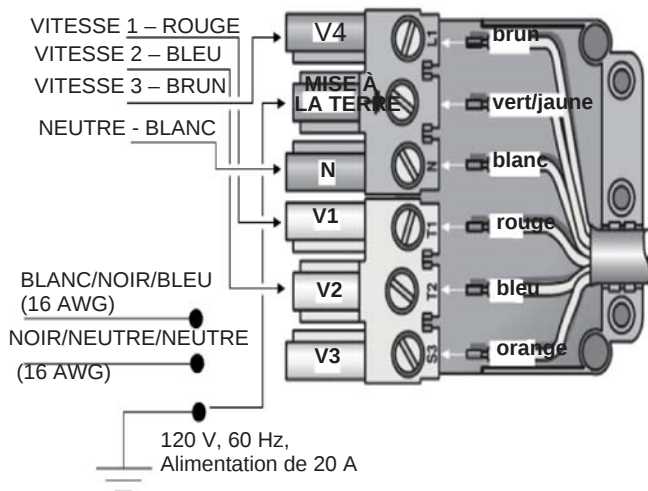

Figure 23 : Câblage de hotte avec un ventilateur de conduit
8. Branchez le ventilateur à distance aux fils du connecteur en tire-bouchon, comme illustré sur la *Figure 23*. Branchez le fil vert (mise à la terre) à la vis de mise à la terre de la boîte de connexion. Consultez les instructions d'installation du ventilateur pour plus de détails sur le câblage.